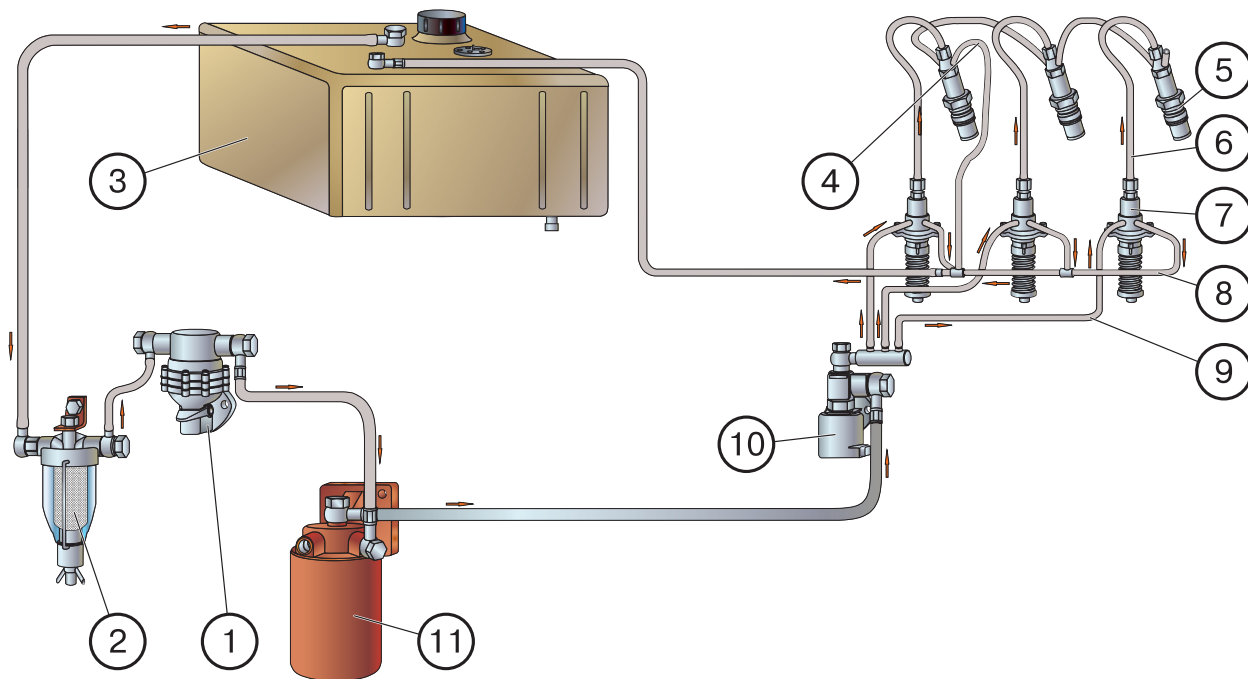

Рис. 14. Система питания
**Система питания** дизеля (схема) показана на рис. 14.